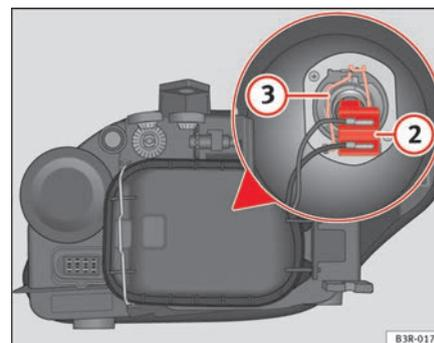

Fig. 194 Feux de croisement
- Retirez le connecteur ⇒ fig. 194 ② de l'ampoule.
- Décrochez le ressort entrebâilleur ⇒ fig. 194 ③ en le pressant vers l'intérieur et vers la droite.